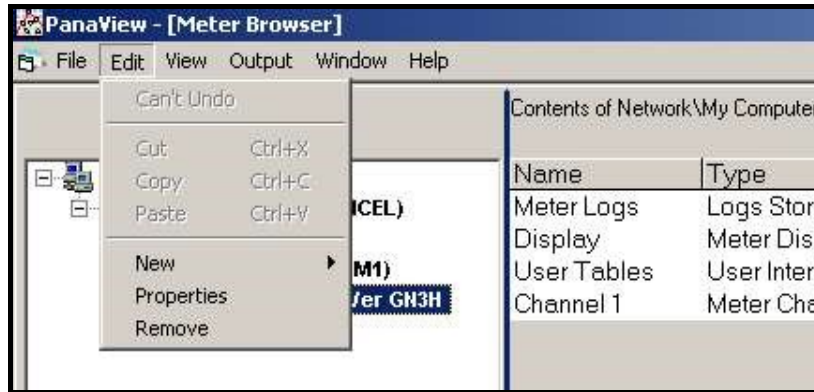

Figura 26: Opción Propiedades en el Menú de edición
2. Abra el *Menú de edición* y seleccione la opción *Propiedades*, como se muestra en la *Figura 26*.